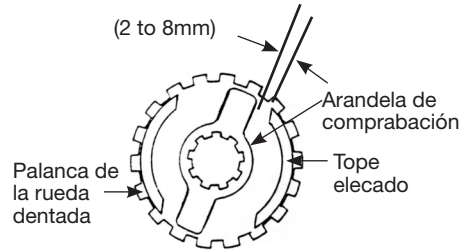

Figura 9 - Posición de la arandela de compravbación
y el piñón. Ponga la tapa de montaje del freno (14) en el cuerpo y rosque la palanca de la rueda dentada (33) en el eje del piñón. Asiente firmemente la palanca de la rueda dentada y asegure la tapa de montaje del freno al cuerpo utilizando las cuatro tuercas (9). Sitúe la arandela de comprobación (18) en el eje del piñón de forma que queden de 2 a 8 mm entre el eje de la arandela de comprobación y el tope elevado en la palanca del buje de la rueda dentada (Vea la Figura 9). Asegúrese de que la palanca de dirección está en la posición neutra ("N") y el trinquete, el muelle y el eje (20) están en el ensamblaje de la palanca (16), sujete el ensamblaje de la palanca a la tapa del freno (14) usando dos tuercas autoblocantes, tornillo y arandela de bloqueo (15). Sitúe el botón de liberación de la cadena (17) en el buje